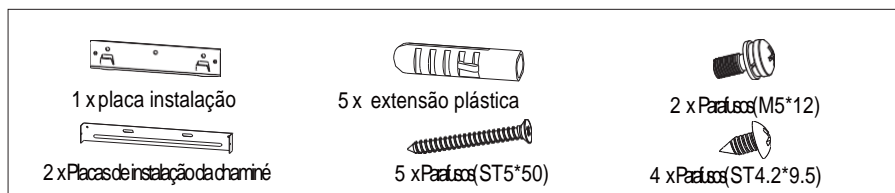

Fig.3
- Acessórios. Veja a Fig.3. (Tipo e quantidade de acessórios estão sujeitos à demanda real).